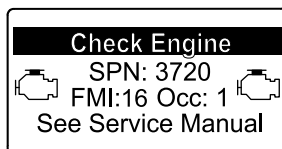

Figura 51
- Aviso do motor SPN 3720, FMI 16 (Figura 51)